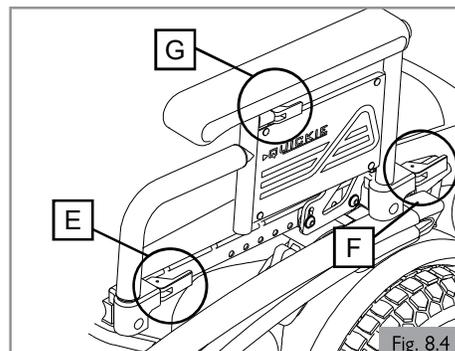

Fig. 8.4
8.4 Reposabrazos ajustable en altura de dos posiciones (opcional) (Fig. 8.4)